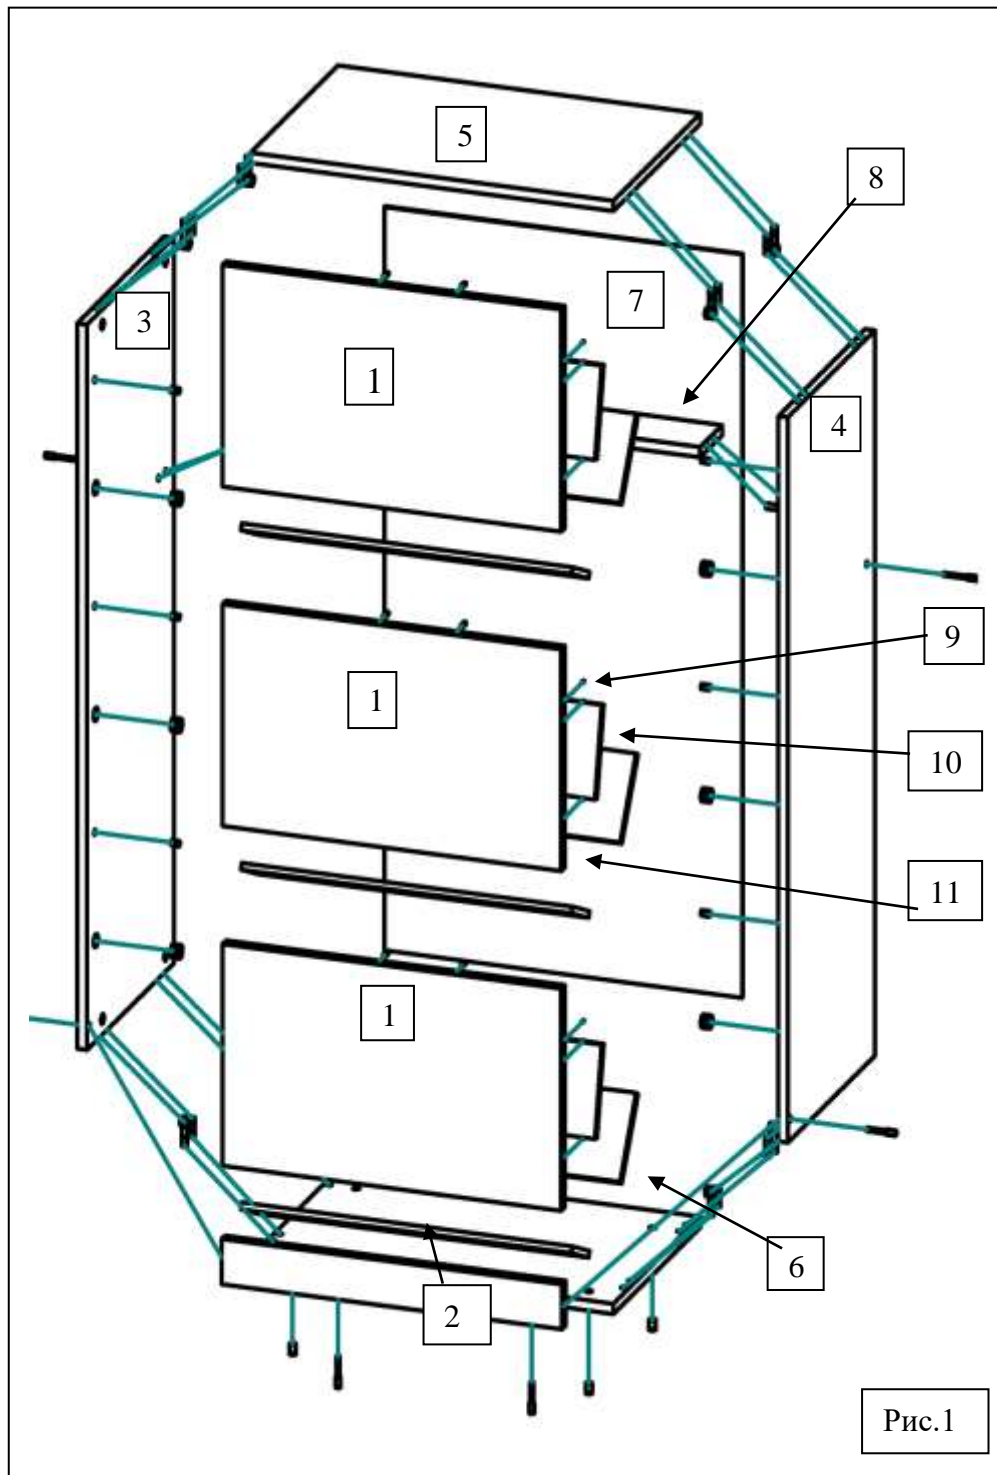

Рис.1
3. Соберите корпус тумбы в следующей последовательности. (Рис.1) Соедините детали 6,3,4, вставив дюбели в эксцентрики, рейку (поз.8) закрепите стяжками (поз.3), установите крышку обувницы и затяните все эксцентрики.